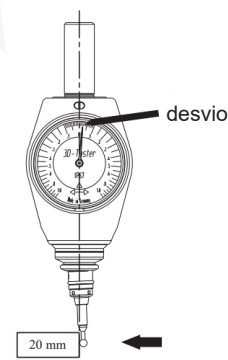

Fig. 7
- Leia o desvio entre o ponteiro e a escala "0" do testador 3D (Fig. 7).